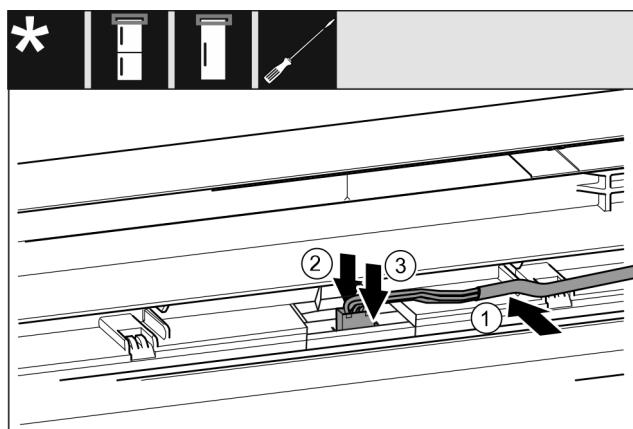

Fig. 49 Kühl-/Gefrierkombinationen / Gefriergeräte / Kühlgeräte\*
- Kabel Fig. 49 (1) in die Führung in der oberen Tür einlegen.\*
- Rastnase Fig. 49 (2) nach hinten drücken.\*
- Stecker Fig. 49 (3) einrasten.\*